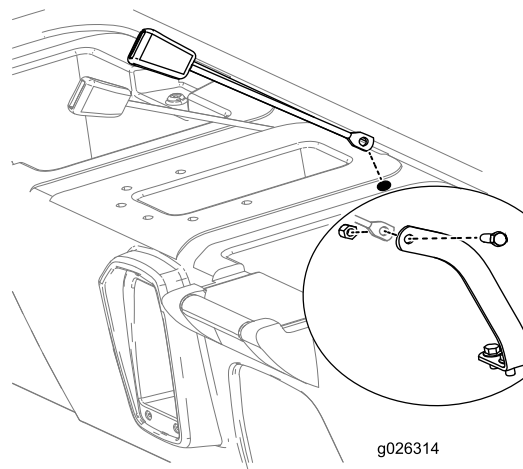

Рисунок 11
8. Вставьте крепежную сторону приемного конца каждого узла блокировки ремня безопасности в одно из вновь просверленных в основании сиденья отверстий (Рисунок 11).
9. Установите приемный конец каждого ремня безопасности на узел крепления каждого ремня безопасности с помощью болта (7/16 дюйма) и гайки (7/16 дюйма), как показано на Рисунок 11.